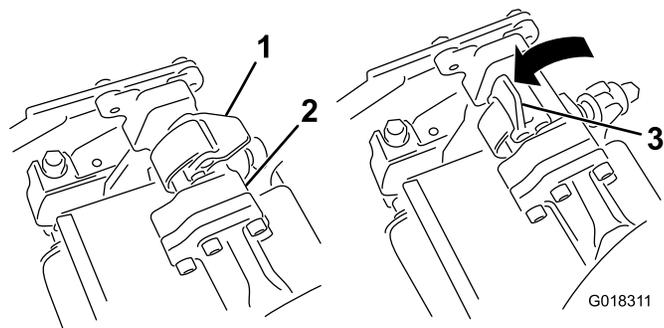
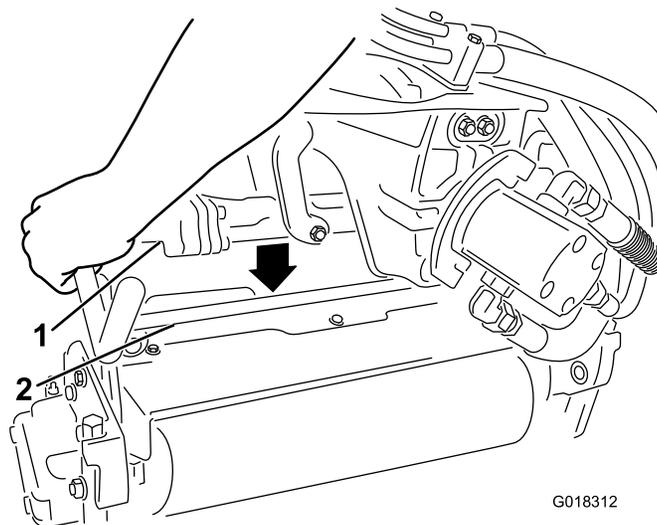

Figure 2
Figure 3
3. Fermez les verrous pour bloquer l'unité d'aération en place (Figure 2)
2. Les verrous de la barre de bras de suspension étant ouverts (Figure 2), poussez le bras de suspension vers le bas pour l'engager sur la barre transversale en haut de l'unité d'aération (Figure 3).